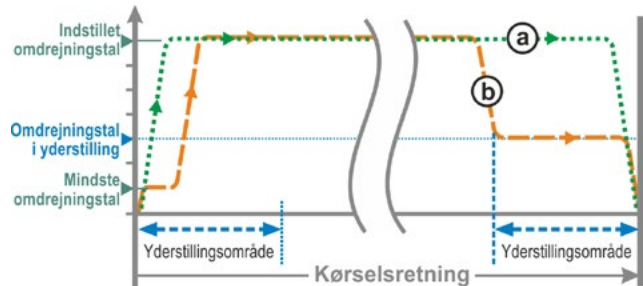

Fig. 3: Omdrejningstal i yderstilling "hurtigstart/-stop"
- Ved **vandringsafhængig** frakobling reduceres omdrejningstallet kort før yderstillingen, således at aktuatoren kommer til stilstand uden at køre hen over yderstillingen, se fig. 3, kurve a.